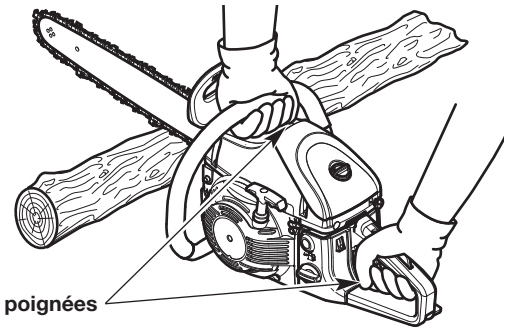
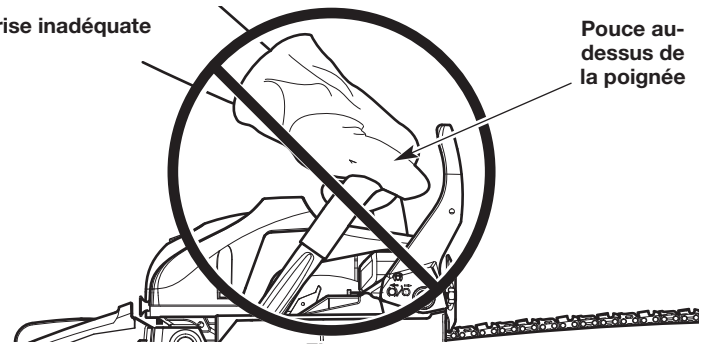

Fig. 6
Fig. 7
- Encerclez fermement la poignée avec tous les doigts de la main (Fig. 6). Cela permettra de réduire le risque de perte de contrôle de l'appareil en cas de rebond. Toute prise avec le pouce et les doigts du même côté de la poignée est dangereuse (Fig. 7).